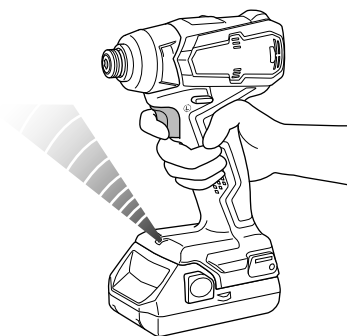

Fig. 12
10. Messages d'alerte par témoin DEL (Fig. 12)